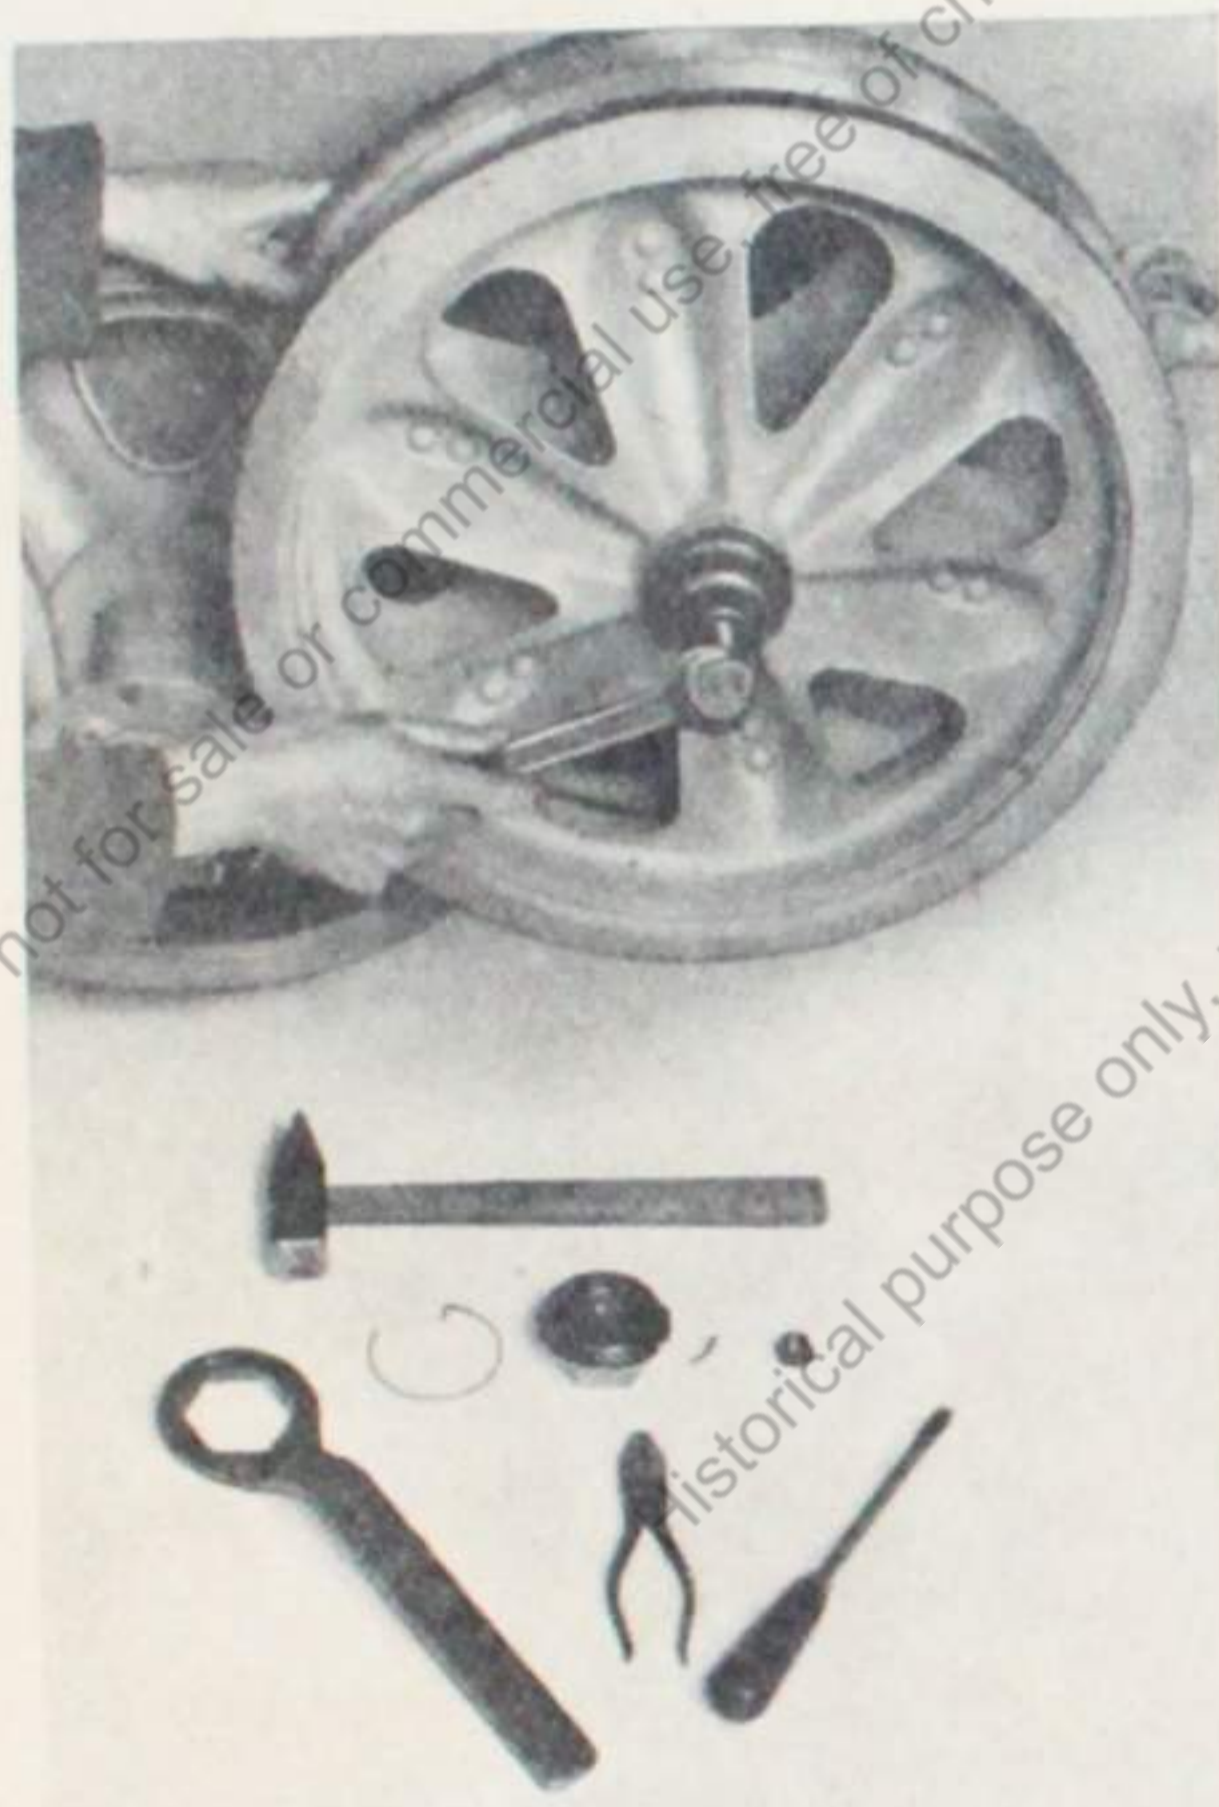

Bild 57
3. Dann Arbeitsgang wie beim Leitrad (Bild 57)
5. Leitrad, wenn nötig, nach Aufsetzen der Abziehvorrichtung wie im Bild 57, abziehen.